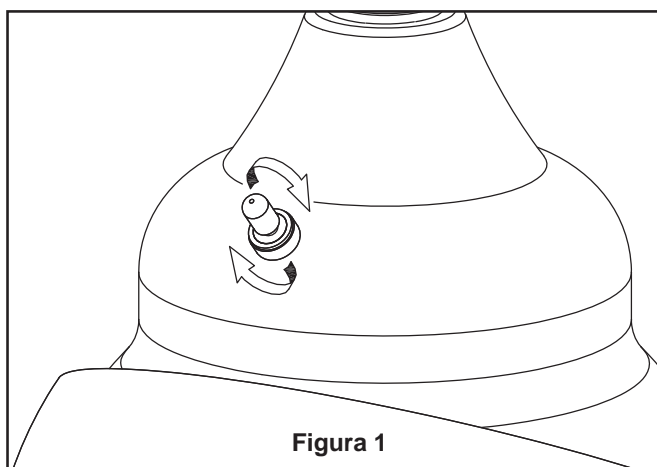

Figura 1
1. Si se desea que el flujo del aire vaya en la dirección opuesta, apague el ventilador y espere a que se detengan las palas. Deslice la carcasa de la cubierta para visualizar el interruptor del reverso. Deslice el interruptor del reverso ubicado en la parte superior del motor hacia la posición opuesta y encienda de nuevo el ventilador. (Figura 1)